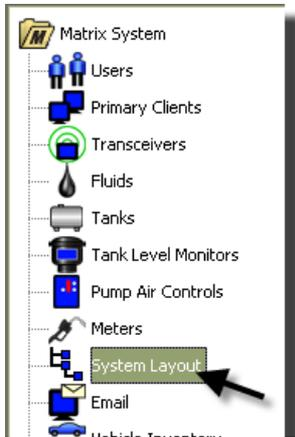

FIG. 123
1. Per visualizzare la schermata di configurazione principale System Layout (Layout del sistema), selezionare **System Layout** (Layout del sistema) dall'elenco sul pannello del sistema Matrix (FIG. 123). Prima di impostare il layout del sistema, è necessario aggiungere serbatoi (pagina 79) e dosatori (pagina 92).